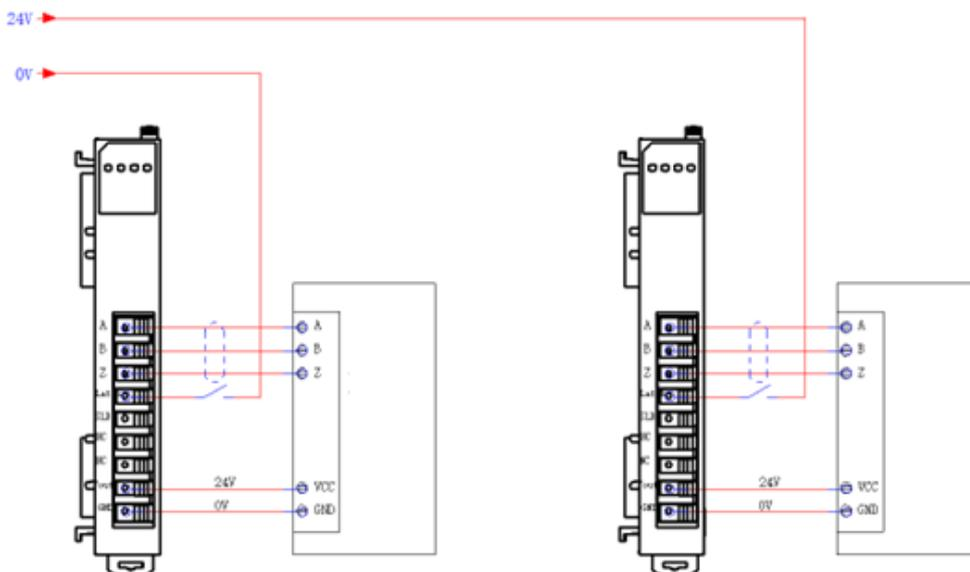

Рисунок 4-21. Схема подключения модуля энкодера SM600101/SM601102
- На рис. 4-21 показана схема подключения модуля энкодера SM600101/SM601102 (NPN/PNP).